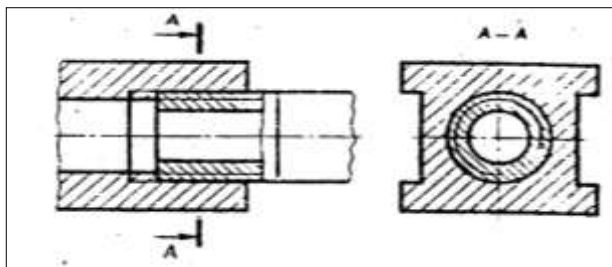

Рис.68 Обозначение резьбы на чертеже
в по внутреннему диаметру резьбы (рис. 68,а). Резьбу в отверстии в продольном разрезе изображают сплошными тонкими линиями по наружному диаметру и сплошными основными линиями по внутреннему диаметру (рис. 68,б). Границу резьбы показывают сплошной основной линией, доводя ее до наружного диаметра резьбы.
На чертежах резьбовых соединений в том месте, где диаметры совпадают, изображение резьбы выполняют по стержню, так как в разрезе стержень расположен ближе к наблюдателю и закрывает отверстие (рис.68 в).
3. Начертить резьбовое соединение двух деталей. Пример выполнения дан на рис. 68.